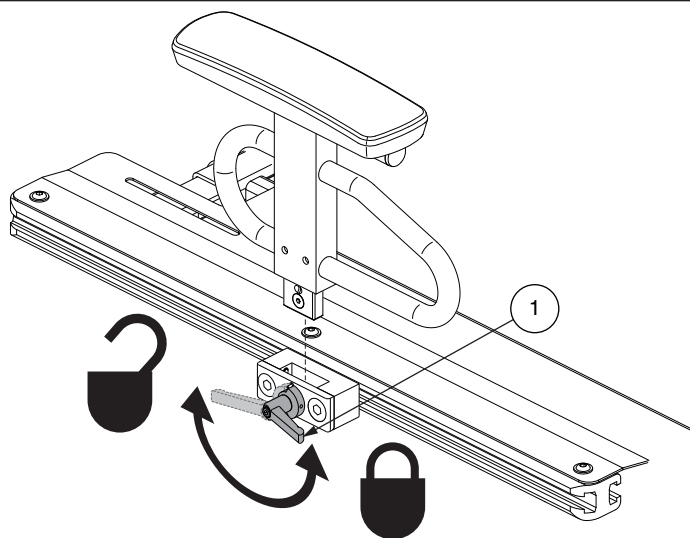
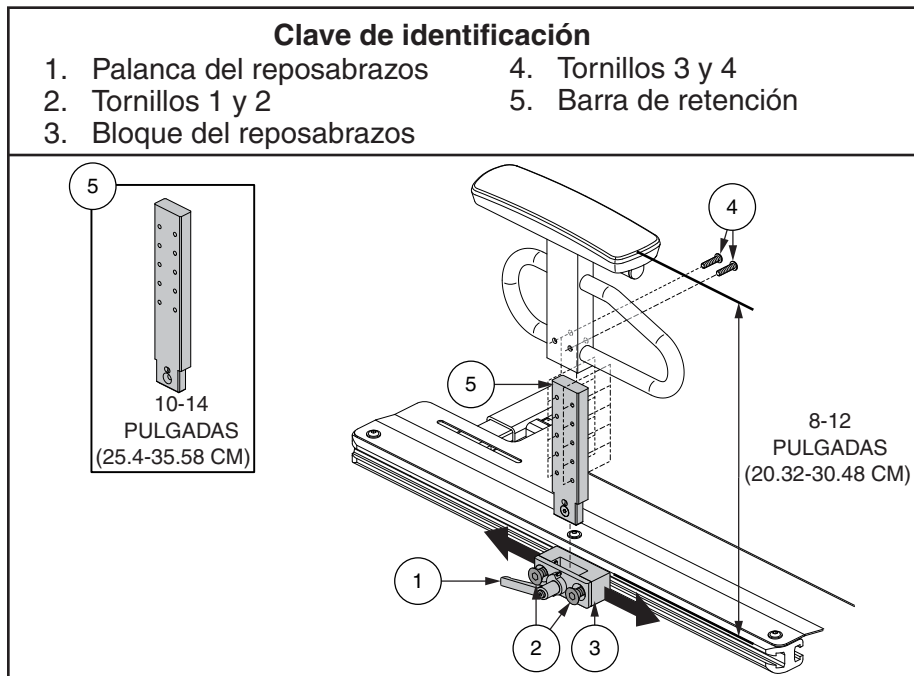

Figura 13. Remoción/instalación del reposabrazos de montaje directo de alta resistencia
Figura 14. Posición del reposabrazos de montaje directo de alta resistencia y ajuste de la altura
Los reposabrazos de montaje directo de alta resistencia están diseñados para ser removidos para que sea más fácil subir y bajar de la silla de ruedas eléctrica. **Ver la figura 13.** La altura y la posición del reposabrazos se pueden ajustar. **Ver la figura 14.**
1. Rote la palanca del reposabrazos hacia atrás. **Ver la figura 13.**
1. Coloque el ensamble del reposabrazos en el bloque del reposabrazos. **Ver la figura 13.**
1. Rote la palanca del reposabrazos hacia atrás y retire el reposabrazos del bloque del reposabrazos. **Ver la figura 13.**
2. Afloje los tornillos 1 y 2. **Ver la figura 14.**
5. Instale el reposabrazos en el bloque del reposabrazos y rote la palanca del reposabrazos hacia delante. **Ver la figura 14.**
1. Retire los tornillos 3 y 4. **Ver la figura 14.**
3. Reinstale los tornillos 3 y 4. **Ver la figura 14.**